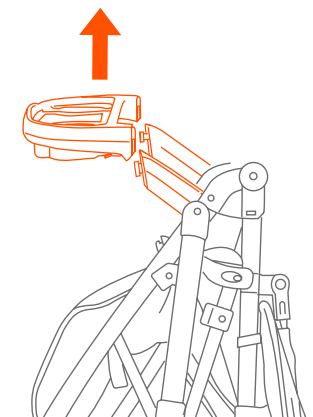

Fig. 15g
**NOTA:** Puede remover la bandeja para un pliegue compacto. Consulte el paso 7 (Fig. 15g).